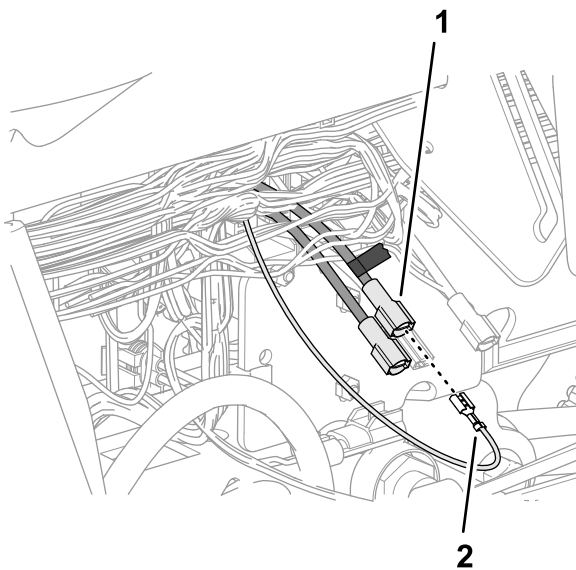

Figura 192
- Conecte el conector plano que marcó en el paso 4 al conector del extremo del cable rosa de 51 mm del arnés de cables del kit (Figura 192).